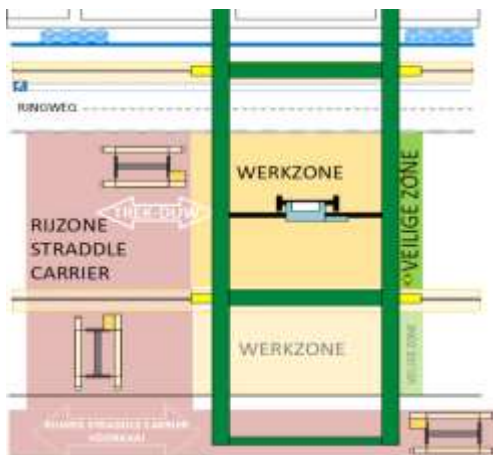

Fig. 1 – Werkzone en veilige zone (of gespiegeld)
2. Pas het **trek-duw systeem** toe (= SC rijdt weg van de kraan langs dezelfde kant als dat deze komt aangereiden, zie fig. 1)